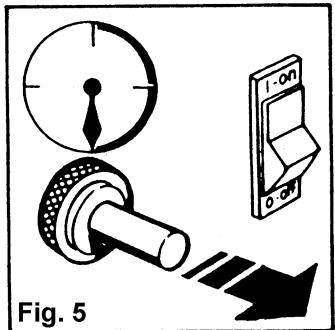

Fig. 5
- Una vez que ha tenido lugar el encendido, mantener apretado el pulsador de la válvula durante unos 10 segundos (Fig. 5). Si después de haber soltado el pulsador de la válvula el calentador se apagara, esperar un